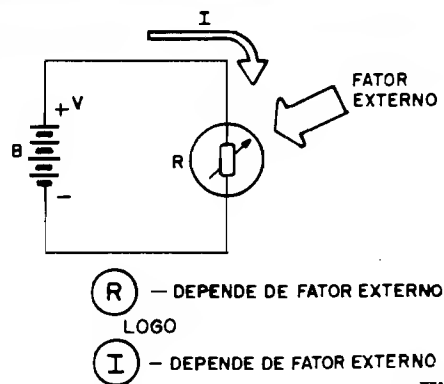

Fig. 2
- FIG. 2 - Por enquanto, "queremos porque queremos", que o valor do Resistor seja fixo e imutável (e-